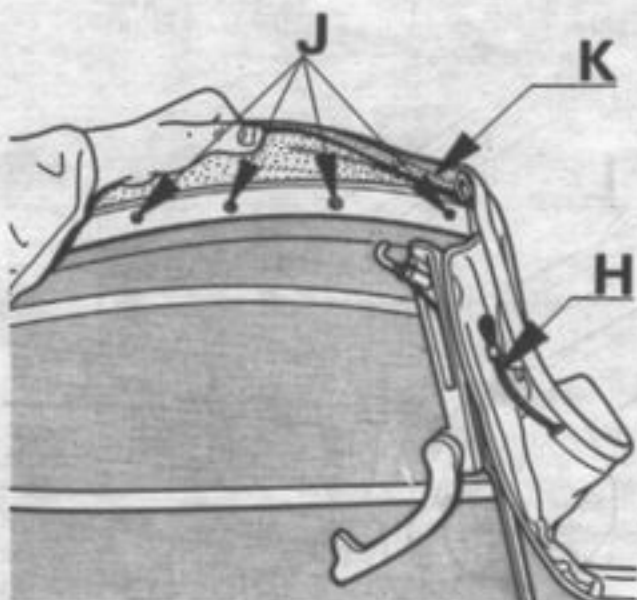

Figure 22
- Décrocher les câbles de tension au point de fixation AV, (H, figure 22)
- Déposer la tôle de maintien du joint d'étanchéité, (J, figure 22)
- Déposer le joint d'étanchéité de traverse AV d'armature, (K, figure 22)